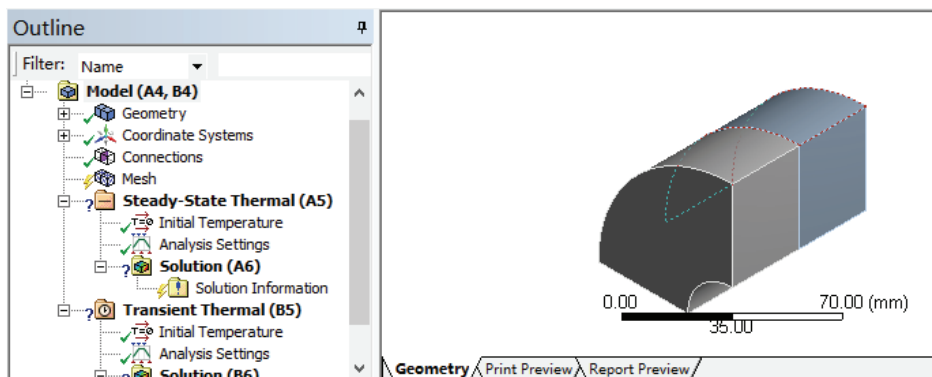

图 22-7 分析项目树结构图
1) 双击主界面项目管理区项目 A 中的 A3 栏 Model 项，进入 Mechanical 界面，得到分析项目树结构图如图 22-7 所示，在该界面下即可进行网格的划分、分析设置、结果查看等操作。